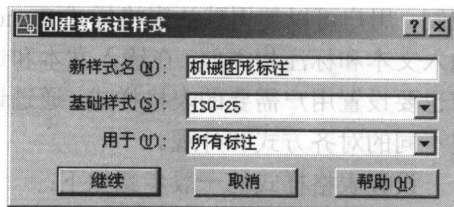

图 1.10 【创建新标注样式】对话框
(2) 单击【新建】按钮,打开【创建新标注样式】对话框,在【新样式名】文本框中输入“机械图形标注”,【基础样式】为默认设置“ISO-25”。同时也可以在此【用于】下拉列表框指定仅用于特定情况的标注类型,如线性标注、角度标注、半径标注、直径标注、坐标标注、引线 and 公差标注,这里选择默认设置“所有标注”,如图 1.10 所示。